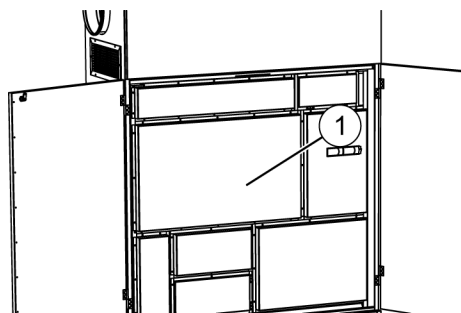
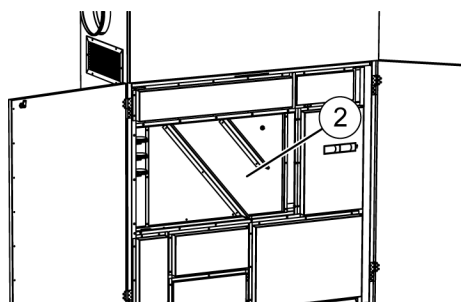

Abb. 117: Deckel abschrauben
Abb. 118: Deckel abschrauben
6. ➔ Deckel (Abb. 117/1) abschrauben und Staubablagerungen entfernen.
7. ➔ Deckel (Abb. 118/2) abschrauben und Staubablagerungen entfernen
8. ➔ Deckel (Abb. 118/2) und Deckel (Abb. 117/1) wieder montieren.